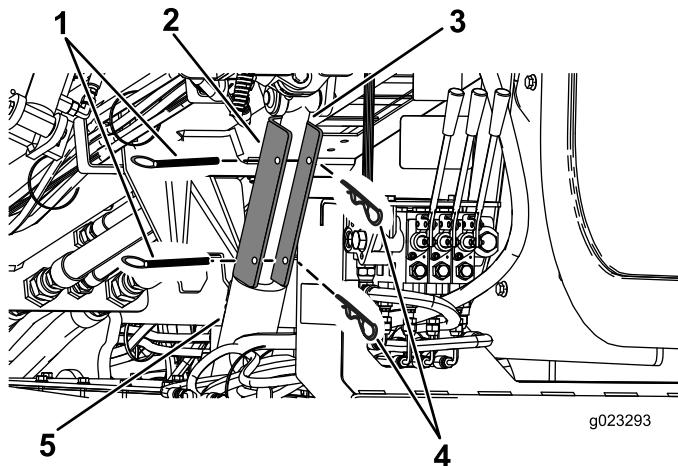

Figura 62
- Coloque el bloqueo del cilindro sobre el vástago del cilindro (Figura 62).
- Sujete el bloqueo de cilindro con el pasador y la chaveta (Figura 62).